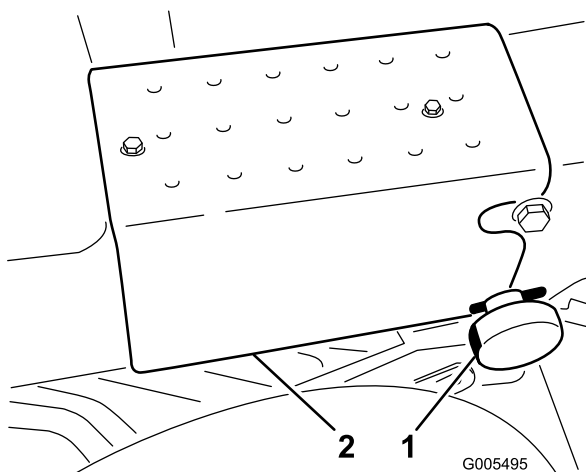

Figura 7
5. Raddrizzate il braccio dello sterzo in posizione di servizio (tacche) e fissatelo con la manopola di bloccaggio e la coppiglia (Figura 7).
6. Montate il gradino destro sul telaio con 2 viti autofilettanti (Figura 7).